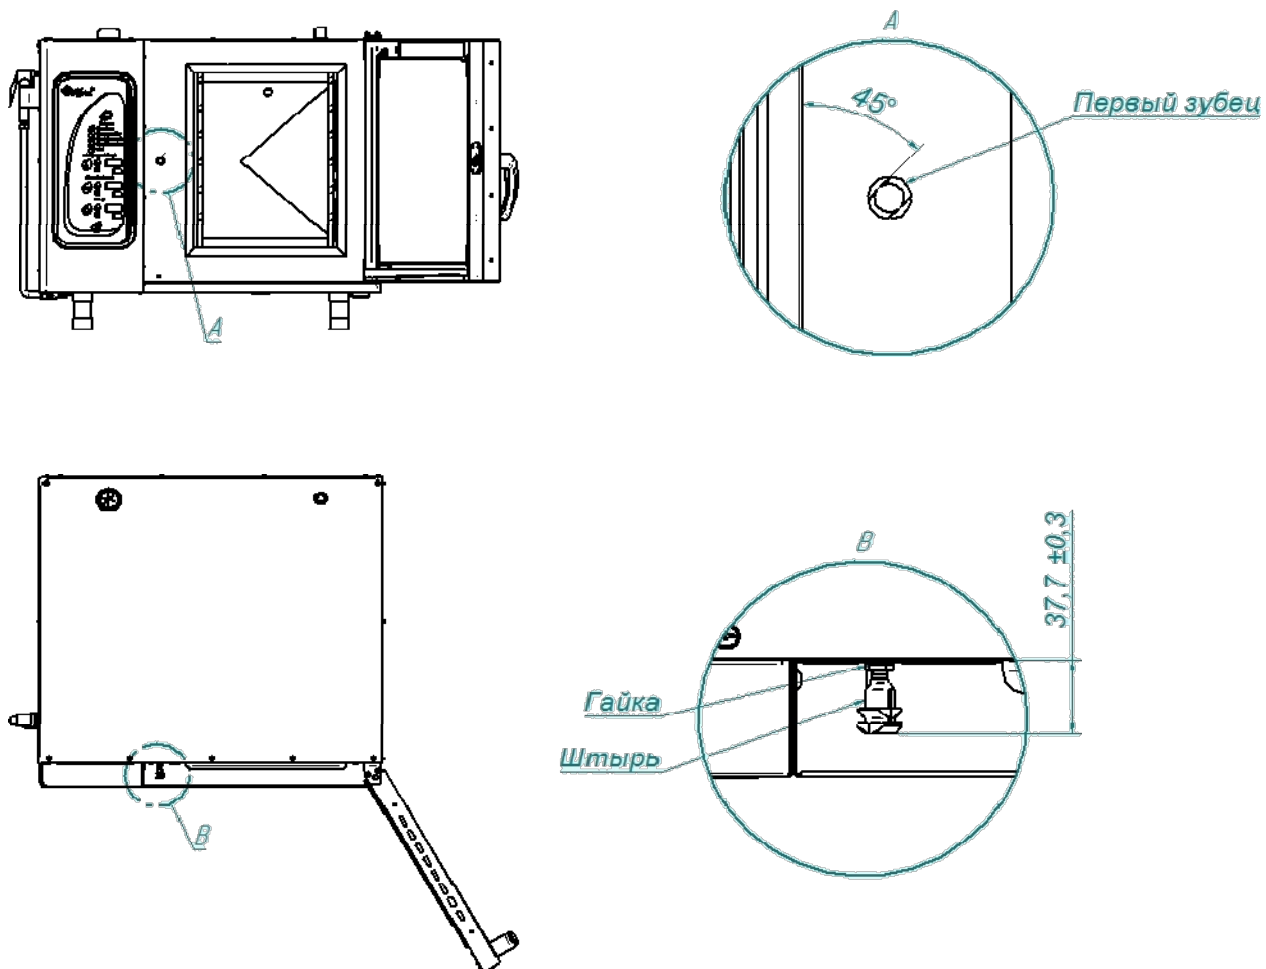

Рис. 13. Регулировка замкового устройства
При ослаблении уплотнителя двери пароконвектомата необходимо отрегулировать положение штыря (см. рис. 13). Для этого:
- отрегулировать положение штыря согласно указанным размерам и положению зубцов (при ослаблении профиля штырь необходимо закручивать, т.е. уменьшить размер 37,7мм, выдерживая угол 45° – см. рис. 13);